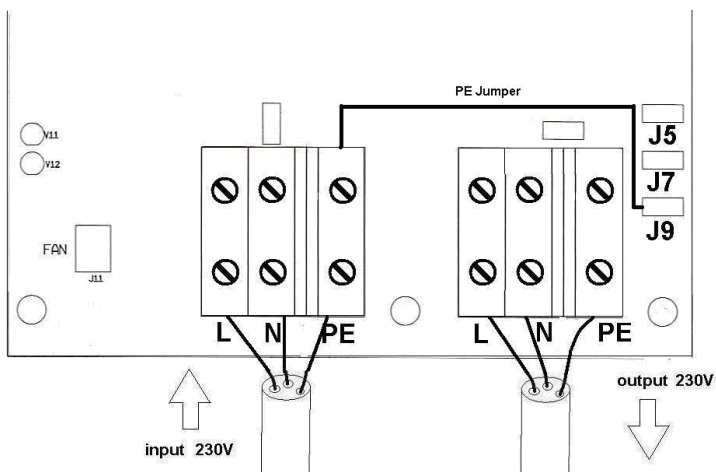

Figure 2: connexion d'entrée à la terre
2.2 Connexion d'entrée à la terre (figure 2)
- Si le bateau est à terre (hivernage ou maintenance), le conducteur PE du navire doit être raccordé directement à l'entrée PE, pour des raisons de sécurité. Pour ce faire, il suffit de raccorder un cavalier PE, en provenance de la borne d'entrée PE, au connecteur-poussoir mâle J9 (cavalier illustré en noir sur la figure 2).